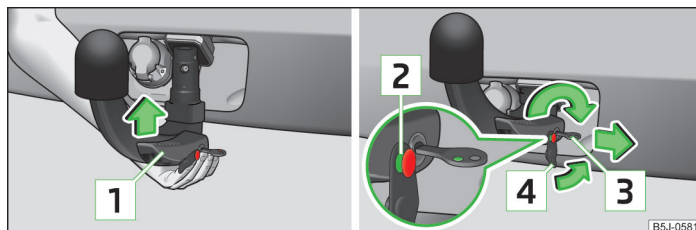

Fig. 107 Introducerea tijei cuplei / încuierea și așezarea capacului încuietorii
- Prindeți tija cuplei **de jos** » fig. 107 și introduceți-o în locașul de fixare până când se fixează cu zgomot » **!**.
Maneta **1** » fig. 107 se rotește **automat** în sus, iar bolțul de desfacere **2** iese în exterior (atât partea lui roșie, cât și cea verde sunt vizibile) » **!**.
- Introduceți capacul **4** » fig. 107 pe încuietoare, în sensul săgeții » **!**.